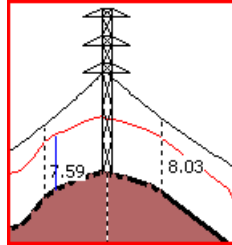

Figura 5.85. Altura de la catenaria al suelo
- **Altura de la catenaria**, se puede ver (Figura 5.85), en los lugares donde la catenaria esté más cerca un punto por debajo del cual se sobrepasa la distancia de seguridad, la distancia al suelo de la catenaria.